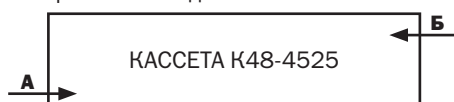

Рисунок 2
- 2** Варианты ввода ОМ (ОВ) на кассету показаны на схемах «а»-«в» (рисунок 2). Помимо представленных схем, обеспечивается возможность и комбинированного ввода ОМ (ОВ) на кассету: прямой ввод и угловой ввод.